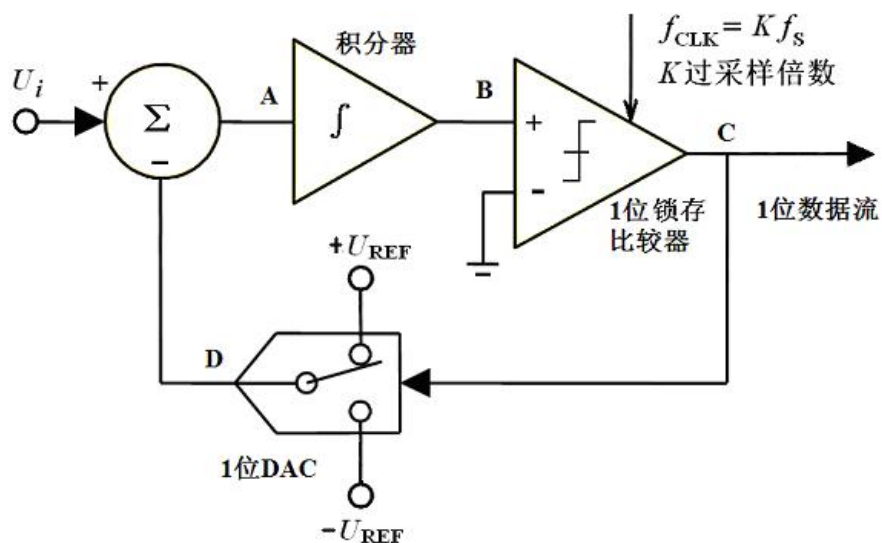

图2 1阶 $\Sigma$ - $\Delta$ 调制器的结构框图
- (1) 设计并制作 1 阶 $\Sigma$ - $\Delta$ 调制器，具体电路框图如图 2 所示。图中 $U_{REF}$ 为 2V。要求 $\Sigma$ - $\Delta$ 调制器输出的 1 位数据流为 TTL 电平，时钟频率 $f_{CLK}$ 自定。(12 分)
- (2) 利用 (1) 中制作的 1 阶 $\Sigma$ - $\Delta$ 调制器，设计并制作 $\Sigma$ - $\Delta$ 型 A/D 转换电路。要求 A/D 转换电路可设置工作于下列两种模式：(32 分)
- (3) 设计并制作 $\Sigma$ - $\Delta$ 型 A/D 转换电路的采样数据显示装置。要求可以显示 A/D 转换电路连续采样数据波形，显示的波形数据点数不少于 200 点。同时，在波形上显示一个光标，移动光标时能显示相应波形点的采样数据。(6 分)
- (4) 改进 $\Sigma$ - $\Delta$ 型 A/D 转换电路的显示装置，要求能计算 A/D 转换电路输出的采样数据的方差 $\sigma^2$ ，并实时显示。方差的计算使用连续 1 秒的采样数据直接计算。(10 分)
- (5) 改进 $\Sigma$ - $\Delta$ 型 A/D 转换电路的设计，尽量减小 A/D 转换电路的本底噪声和量化噪声，提高 $\Sigma$ - $\Delta$ 型 A/D 转换电路的采样精度。实现 $\Sigma$ - $\Delta$ 型 A/D 转换电路能工作于下列模式：(20 分)